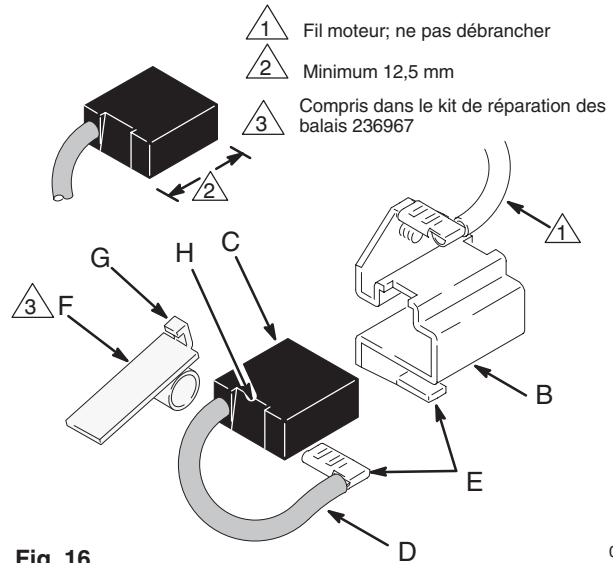

Fig. 16 03881
2. Enfoncer le clip (F) et dégager son crochet (G) du porte-balai (B), puis le retirer. Voir Fig. 16.
3. Sortir le connecteur du balais (E) du connecteur plat. Enlever l'ancien balai (C). Voir Fig. 16.
6. Monter un nouveau balai (C) sur le porte-balai (B) avec le renforcement (H) côté ressort. Voir Fig. 16.